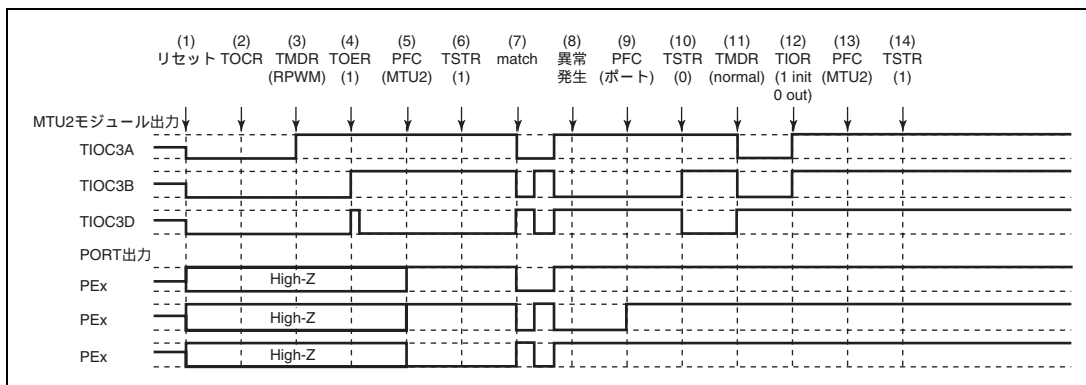

図 12.164 リセット同期 PWM モードで異常が発生し、ノーマルモードで復帰する場合
(1) ~ (10) は図 12.164 と共通です。
(11) PWM モード 1 を設定してください (MTU2 出力は正相側がローレベル、逆相側がハイレベルとなります)。
(12) TIOR で端子を初期化してください (PWM モード 1 では TIOC*B 側は初期化されません)。
(13) PFC で MTU2 出力としてください。
(14) TSTR で再スタートします。
(28) リセット同期 PWM モードで動作中に異常が発生し、相補 PWM モードで再スタートする場合の動作
- (1) ~ (10) は図 12.164 と共通です。
- (11) TOER でチャンネル 3、4 の出力を禁止してください。
- (12) TOCR で相補 PWM の出力レベルと周期出力の許可禁止を選択してください。
- (13) 相補 PWM を設定します (MTU2 の周期出力端子はローレベルになります)。
- (14) TOER でチャンネル 3、4 の出力を許可してください。
- (15) PFC で MTU2 出力としてください。
- (16) TSTR で再スタートします。
(29) リセット同期 PWM モードで動作中に異常が発生し、リセット同期 PWM モードで再スタートする場合の動作
- (11) PFC で MTU2 出力としてください。
- (12) TSTR で再スタートします。
- (13) コンペアマッチの発生によりリセット同期 PWM 波形を出力します。